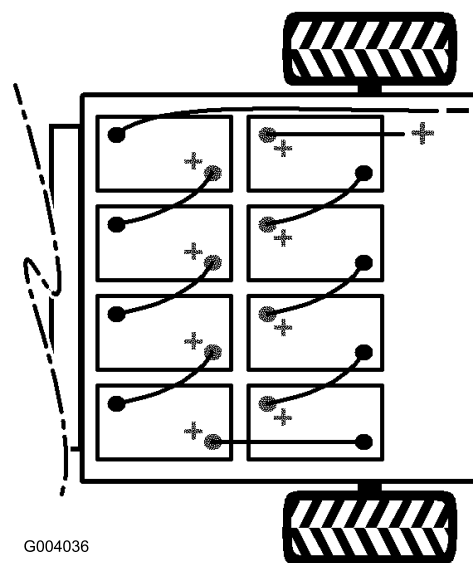

Figure 29
2. Débranchez de la borne de batterie le long câble noir négatif principal qui relie la rangée de batteries au véhicule (Figure 29).
3. Débranchez de la borne de batterie le long câble rouge positif principal qui relie la rangée de batteries au véhicule (Figure 29).
Remarque: Tenez compte de la polarité lors de la mise en place des batteries neuves (Figure 29).
- Reliez les batteries entre elles avec les câbles retirés précédemment, comme illustré à la Figure 29.
- Connectez le long câble rouge positif principal entre la rangée de batteries et le véhicule (Figure 29).
- Connectez le long câble noir négatif principal entre la rangée de batteries et le véhicule (Figure 29).